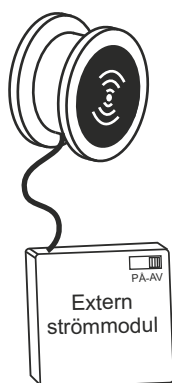

Bild 10
- a. Koppla från strömmen (ta ur ett batteri eller använd strömbrytaren på den externa strömkällan, se bild 10);
- c. Slå på strömmen (sätt tillbaka batteriet eller använd strömbrytaren på den externa strömkällan, se bild 10), fortsätt att hålla in återställningsknappen (RESET) under 6 sek. tills tonen och den visuella signalen bekräftar att alla Mastertaggar nu har raderats.
- c. Slå på strömmen (sätt tillbaka batteriet eller använd strömbrytaren på den externa strömkällan, se bild 10), fortsätt att hålla in återställningsknappen (RESET) under 16 sek. Tonen hörs och den visuella signalen visas efter 6 sek. och efter 16 sek. från det att återställningsknappen (RESET) trycktes in. Tonen och den visuella signalen efter 16 sek. bekräftar att enheten nu är återställd till fabriksstandarder.
Om LED:n inte blinkar men låset fortfarande fungerar vid ett svep med en Normaltagg, betyder det att låsets batterier är nästan helt urladdade och behöver bytas ut. Om batterierna inte kunde bytas ut i tid och låset saknar kraft att öppna skåpet, använd en extern strömmodul (strömsätt låset via kontakten på läsaren) och svep låset med taggen (se bild 10)